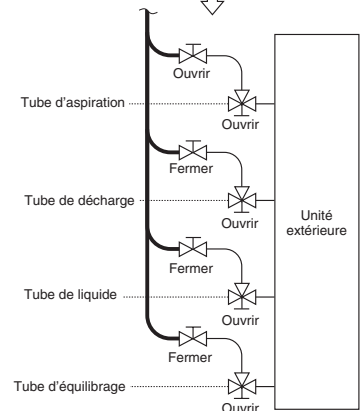

Fig. 6-6
- Si la quantité de charge de réfrigérant supplémentaire ne peut pas être chargée en une fois, charger le réfrigérant restant sous forme liquide en utilisant le robinet de service de tube d'aspiration avec le système en mode de refroidissement lors de la marche d'essai. (Fig. 6-6)